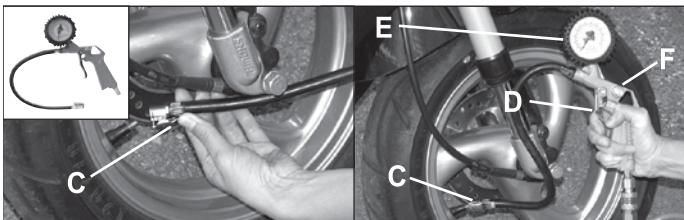

Рис.2
3. Подсоедините наконечник **C** пневмопистолета к ниппелю шины, предварительно нажав на язычок (рис. 2).
4. Включите компрессор и начните накачку шины, держа нажатым спусковой рычаг **D** (рис. 2). Отпустите его и проверьте по манометру **E**, какое давление достигнуто. При необходимости повторите накачку, пока давление в шине не достигнет желаемой величины. Чрезмерно высокое давление можно сбросить, нажав на пневмопистолете кнопку **F**.